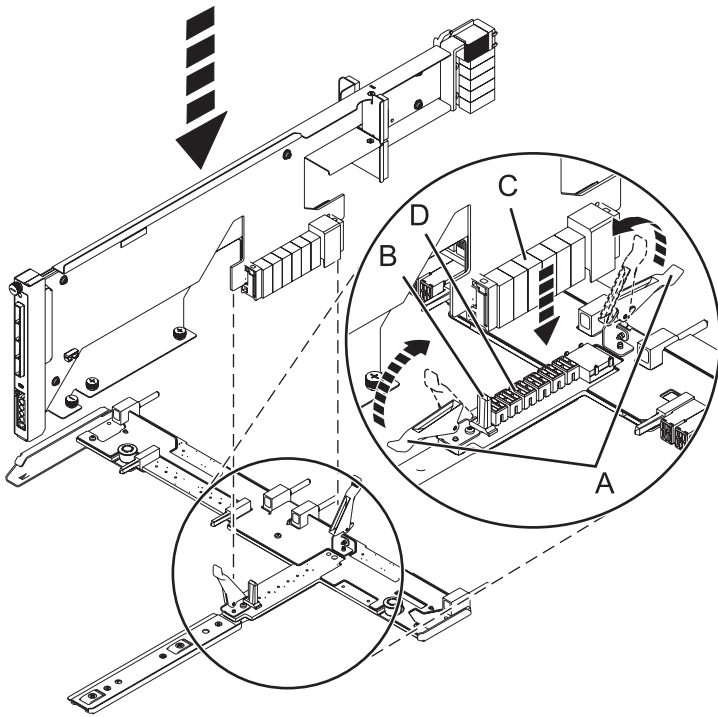

Figure 67. Installation de la carte d'extension SAS dans le fond de panier central
- a. Placez le connecteur de la carte (C) sur le raccord du fond de panier central (D) en vous aidant du guide (B) pour assurer un raccordement adéquat.
- b. Relevez le levier (A) pour insérer et fixer la carte d'extension SAS dans le fond de panier central, comme indiqué dans la figure 67, à la page 74.